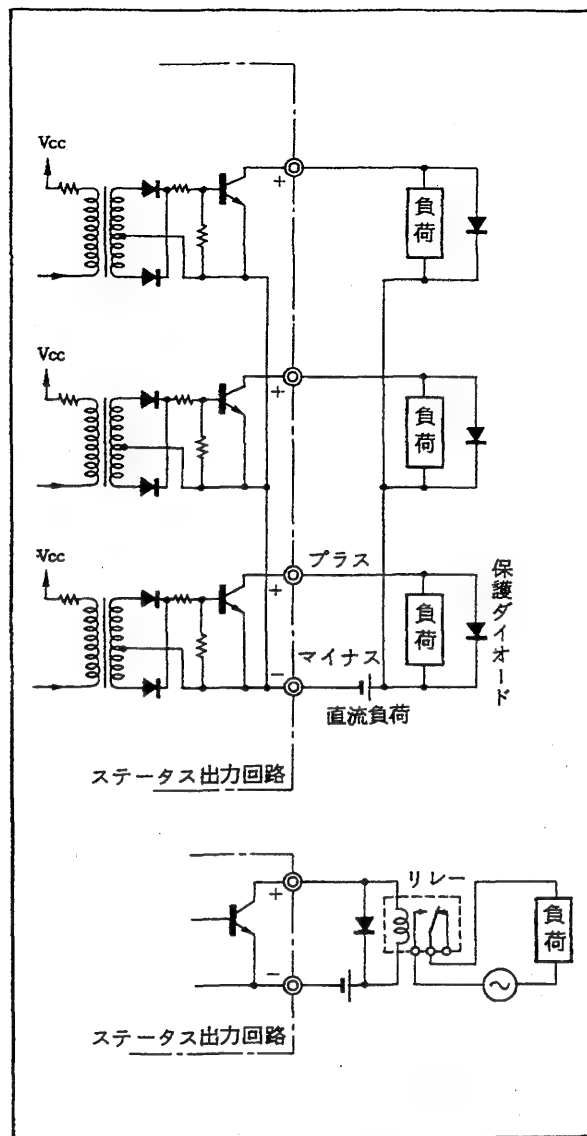

図 3.1.3 ステータス出力の接続
- フェイル出力、ステータス出力は、トランジスタ接点（絶縁形）です。外部の機器を接続する場合は、下記に注意して配線してください（図 3.1.3 参照）。